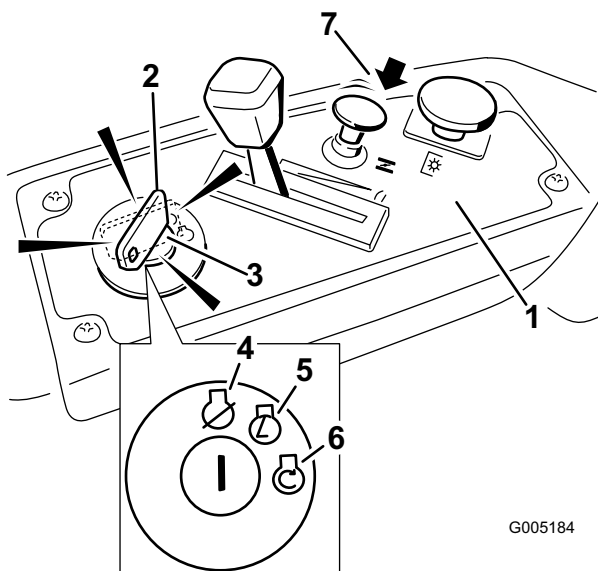

Figure 10
3. Tirez la commande de starter ouverte pour démarrer à froid (Figure 10).
4. Tournez la clé de contact en position de Démarrage pour activer le démarreur. Relâchez la clé quand le moteur démarre (Figure 10).
- Lorsque le moteur démarre, appuyez sur la commande de starter (Figure 10). Si le moteur cale ou hésite, tirez la commande de starter et faites tourner le moteur quelques secondes. Ensuite enfoncez le bouton du starter et déplacez la manette d'accélérateur au réglage souhaité. Répétez l'opération si nécessaire.
- Placez la manette d'accélérateur entre la position haut régime et la position à mi course (Figure 10).